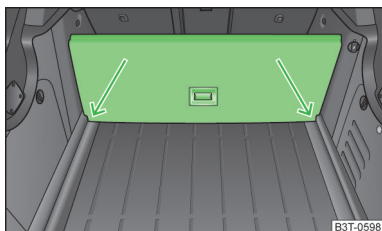

Abb. 95
- Den Teil mit der Halterung anheben und in die mit Pfeilen gekennzeichneten Nuten einschieben » Abb. 95.